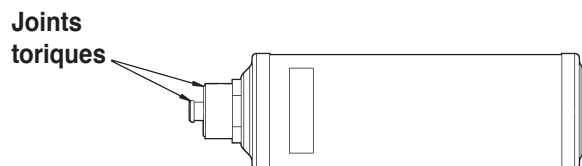

Figure 9
6. Observez le filtre neuf - assurez-vous que les deux joints toriques sont graissés et bien insérés dans les rainures. Reportez-vous à la Figure 9. Vissez le filtre neuf en place. Appuyez sur **START / YES (marche / oui)**.